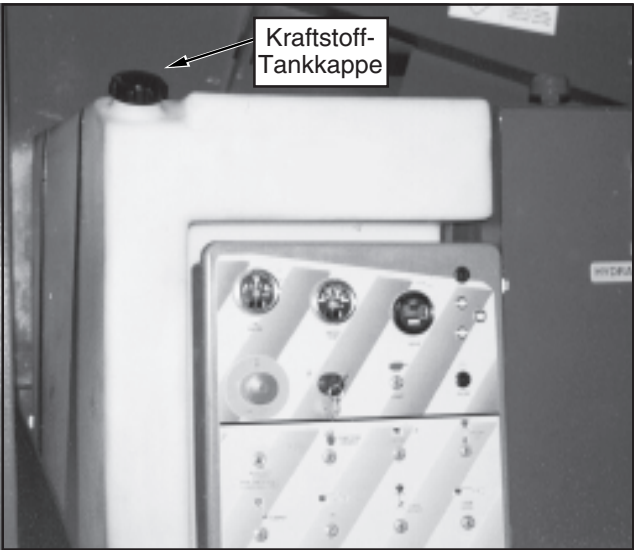

Abbildung 11: Kraftstofftank
- Den linken Deckel am Drehgestell öffnen, dann die Kappe des Einfüllstutzens öffnen (siehe Abbildung 11).